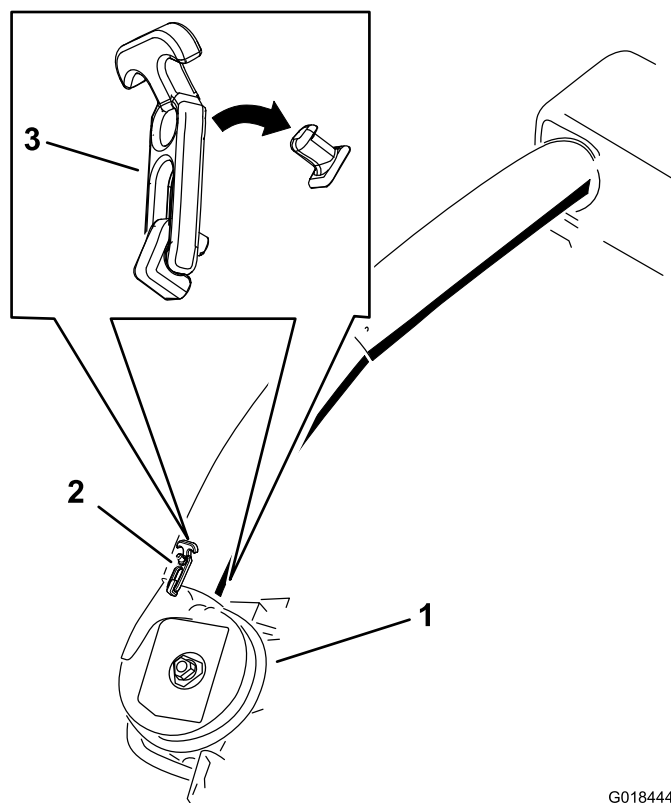

Figura 33
- J. Con il piatto di taglio in posizione più bassa e il cofano chiuso, guardate sotto al cofano e misurate la lunghezza del tubo di scarico superiore che sporge all'interno della tramoggia. Se il tubo di scarico supera i 7,6 cm, rimuovete la lunghezza del tubo in eccesso (Figura 33).
- P. Infilate l'estremità inferiore del tubo di scarico inferiore sull'apertura di scarico del soffiatore, allineate la tacca sul tubo con il fermo inferiore e fissate il tubo di scarico inferiore ai fermi (Figura 33).